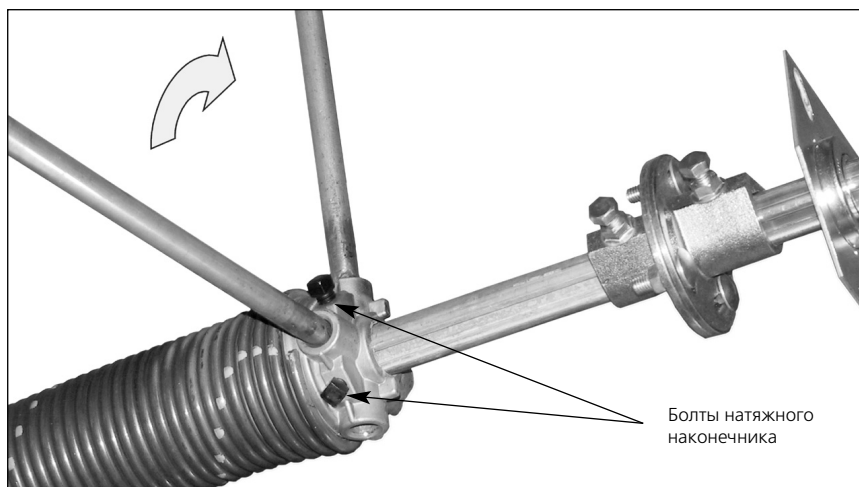

Рис. 38. Натяжение пружин
- 1) Установить вороток в гнездо натяжного наконечника, находящееся внизу (рис. 38). Освободить болты натяжного наконечника пружины.